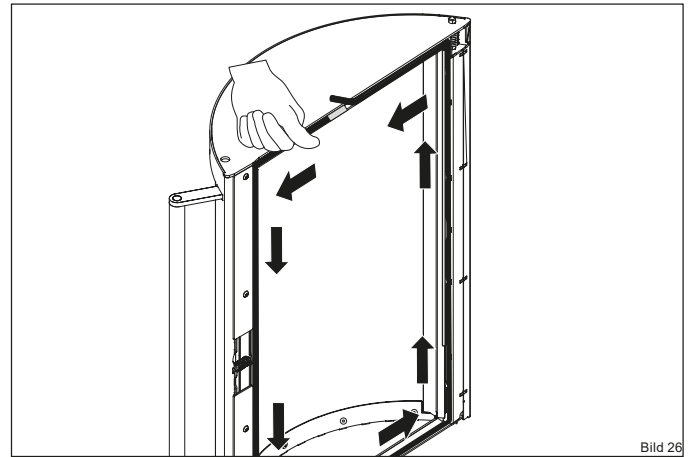
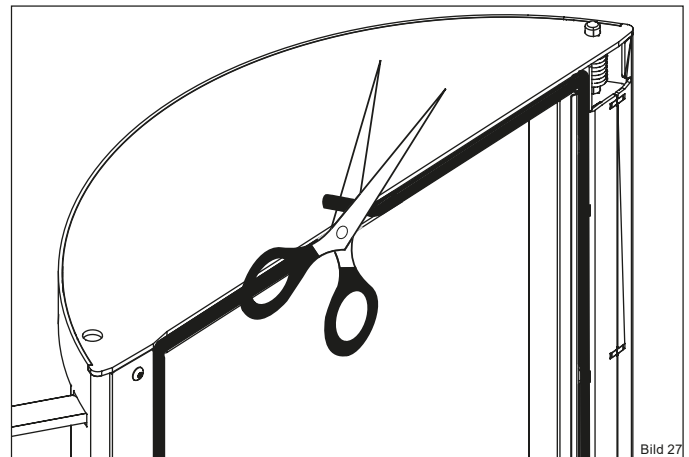

Bild 26
Bild 27
- ▶ Beginnen Sie mit dem Verlegen der Dichtung in der Mitte der Führung, im oberen Bereich der Feuerraumtür. Drücken Sie die Dichtung gleichmäßig in die Führung (Bild 26). Lassen Sie das Ende etwas länger überstehen und schneiden Sie die Dichtung bündig ab (Bild 27).